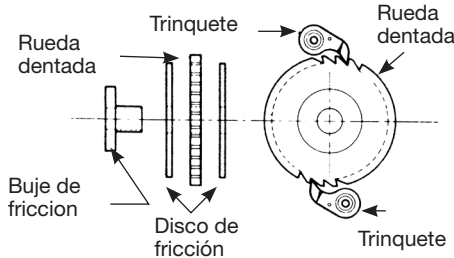

Figura 8 - Montaje del freno
1. Rosque el buje de fricción (11) sobre el eje del piñón (7) y monte los discos de fricción y la rueda dentada sobre el buje de fricción (Vea la Figura 8). Sitúe el muelle (6) sobre el buje de fricción